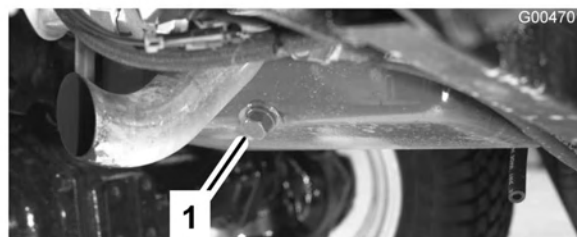

Figure 48
1. Enlevez un des bouchons de vidange (Figure 48) et laissez couler l'huile dans un bac de vidange. Remettez le bouchon quand la vidange est terminée.